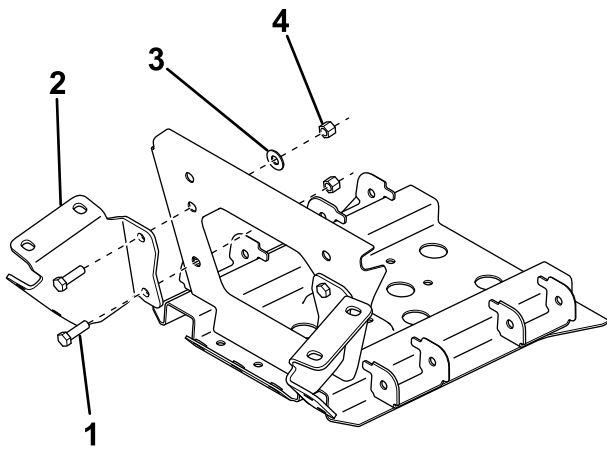

Figure 2
4. Fixez les supports au cadre du véhicule avec 4 boulons (3/8 po), rondelles et écrous (Figure 2).